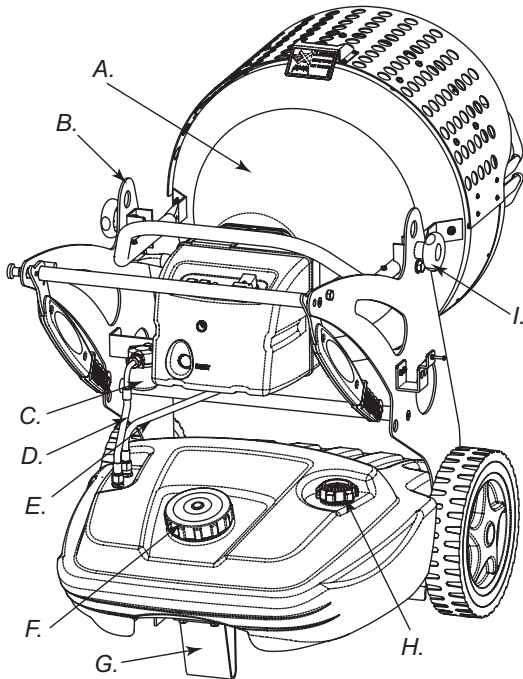
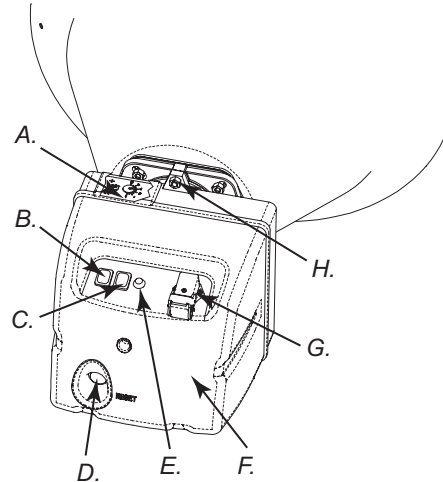
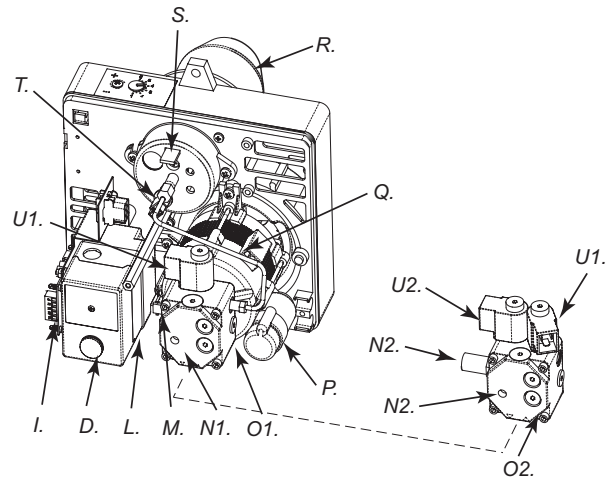
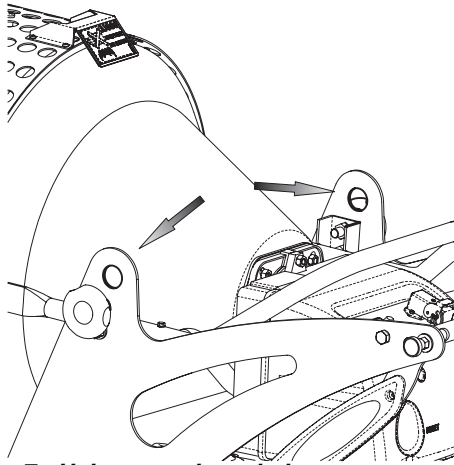

Abbildung 3 - Modell XL9.
Abbildung 5 - Schaltung XL9.
Abbildung 6 - Brennerkomponenten XL9.
Abbildung 7 - Haken zwecks anheben.
Den Schalter (B Abb. 5) in Position ON (I) bringen. Die Vorventilation schaltet sich ein. Nach ca. 10 Sekunden beginnt die Verbrennung.
Achtung: Vor die Ausschaltung achten sie das die Taste (C Abb.5) in Position  ist.
Um die maximale Stärke zu erreichen, bringen sie die Taste (C Abb.5) in Position ().
Bei der ersten Inbetriebnahme oder nach der vollständigen Entleerung der Brennstoffleitungen, kann der Brennstofffluss an der Düse unzureichend sein und zum Einschreiten der Sicherheitsvorrichtung führen, welche die Flamme kontrolliert (siehe Absatz „SICHERHEITSVORRICHTUNG“). Diese schaltet das Heizgerät aus. In diesem Fall warten Sie bitte etwa eine Minute, drücken dann den RESET-Knopf (D Fig.5 or 6) und schalten den Apparat erneut ein.
Das Gerät ist mit einer Sicherheitsvorrichtung (L Abb. 6) ausgestattet, welche die Flamme kontrolliert. Wenn Unregelmäßigkeiten während des Betriebes auftreten, bewirkt diese Vorrichtung die Störabschaltung des Brenners und das Aufleuchten des RESET-Knopfes (D Abbil. 5 und 6).
Der Generator kann leicht umgestellt werden, außerdem kann er auch angehoben und, mittels spezieller Ringschrauben, auf unterschiedlichen Höhen genutzt werden (B Abb. 3 oder Abb. 7). Man kann ihn also befestigen und anheben, um ihn dort einzusetzen, wo erwärmt, aufgetaut und getrocknet werden soll.
- Bauen Sie den Brennercoffer ab (F. Abb.5), die Pumpe des Brenners (O₁ und O₂. Abb. 6) kennzeichnen;
- Die Schraube (H Abb.5) lösen, welche den Brenner (A Abb.3) am Verbrennungsraum festhält
- Den Brenner aus dem Verbrennungsraum ziehen (Abb.3)